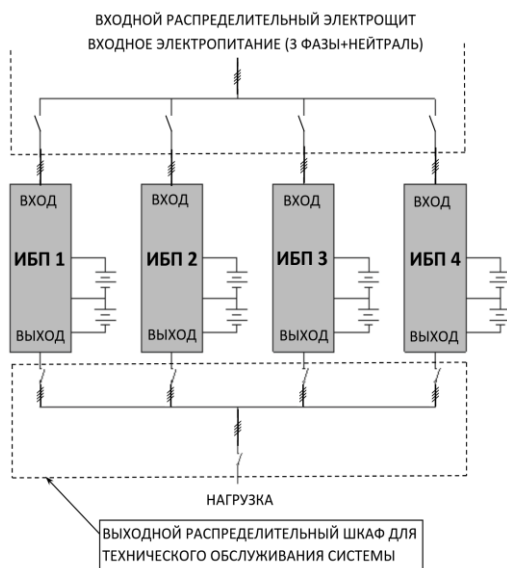
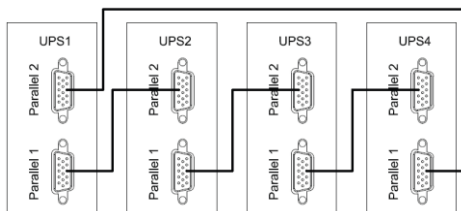

Рисунок 24 – Пример схемы подключения четырех изделий в систему параллельного резервирования с выходным распределительным шкафом.
Рисунок 25 – Схема соединения изделий в «кольцо» через параллельные порты
**Изделие имеет встроенный параллельный контроллер и может работать в системе бесперебойного питания с параллельным резервированием** (см. рисунок 24 и рисунок 25). Целью такой системы является либо повышение надежности (резервирование), либо увеличение общей выходной мощности (масштабирование). При исправности всех соединенных параллельно изделий (от двух до четырех) нагрузка равномерно распределяется между ними, а в случае выхода из строя одного из изделий – перераспределяется между исправными изделиями, неисправное изделие отключается от системы.
**Установите дополнительные внешние выходные выключатели (см. рисунок 24) между выходными клеммами каждого изделия и общими шинами, тщательно соблюдая фазировку.**
- отключите входное сетевое питания каждого изделия. Убедитесь в том, что все внешние выключатели разомкнуты (см. рисунок 24);